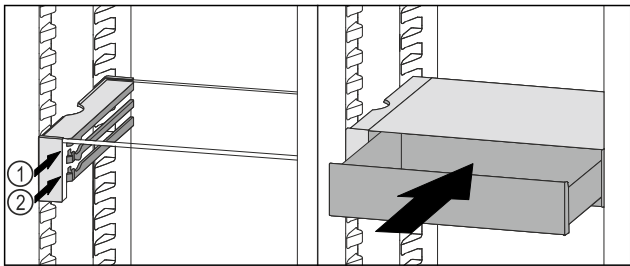

Fig. 91
- ▶ A VarioSafe-fiókot az ütközők mögött helyezze a kívánt bordára a Fig. 91 (1) vagy Fig. 91 (2) szerint.